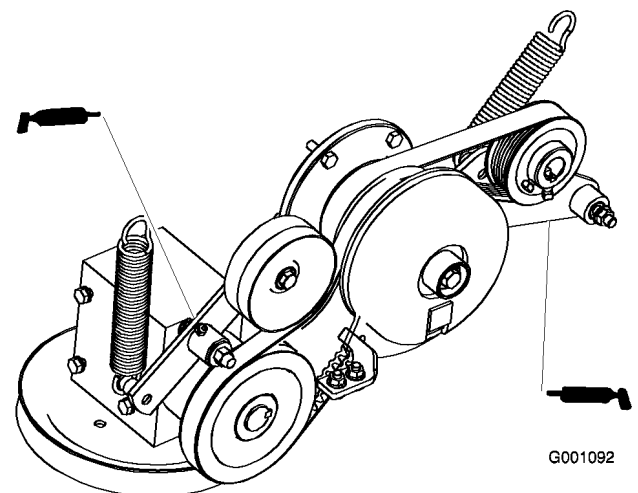

Bild 32
7. Schmieren Sie den Spannarm des Zapfwellenkeilriemens (Bild 32).
8. Schmieren Sie den Spannarm des Pumpenriemens (Bild 32).